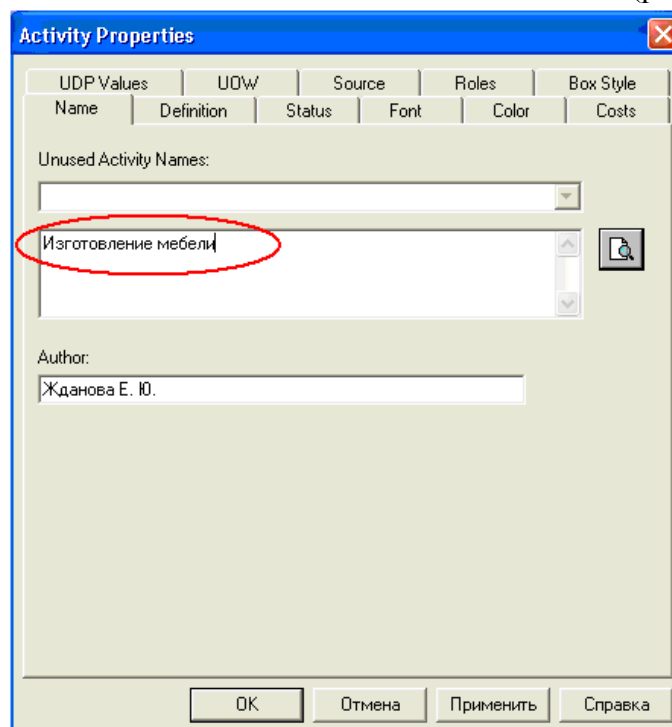

Рис. 1.7. Диалоговое окно BPwin
3. В диалоговом окне ввести название «Изготовление мебели» (рис.1.7.).